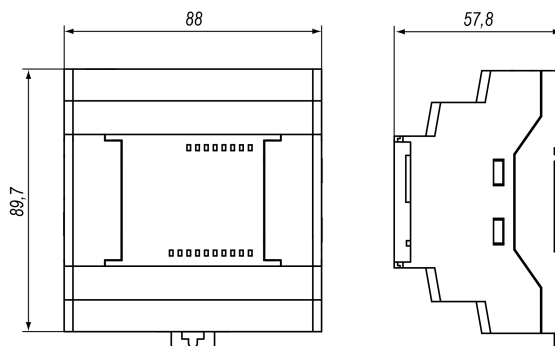

Рисунок 4.2 – Габаритные размеры
1. Подготовить на DIN-рейке место для установки прибора с учетом размеров корпуса (см. рисунок 4.2).